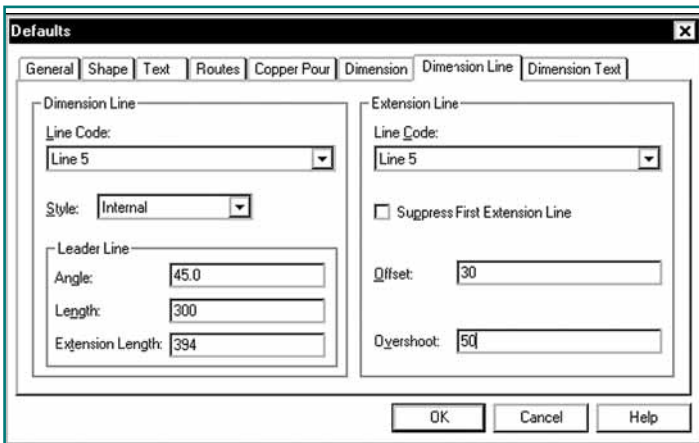

Рис. 3. Настройка стилей линий для прорисовки размеров по умолчанию
11. В диалоговом окне Defaults перейдем на закладку Dimension Line (рис. 3).